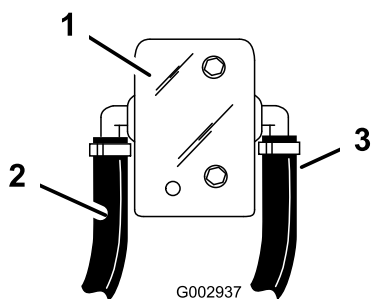

Figure 37
15. Connectez l'extrémité d'un flexible court de 1/2 pouce au raccord ouvert sur le raccord en T S53 que vous avez monté dans le flexible d'agitation et amenez-le à la cannelure arrière de 1/2 pouce sur le petit ensemble clapet à bille (Figure 37).
18. Connectez l'extrémité d'un flexible court de 1/2 pouce au raccord ouvert sur le raccord en T S53 que vous avez monté dans le flexible de dérivation et amenez-le à la cannelure avant de 1/2 pouce sur le petit ensemble clapet à bille (Figure 37).